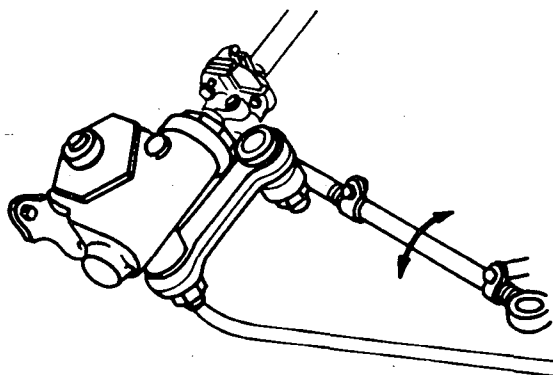

Fig. 7
- d Gire a barra de ligação para aparafusá-la ou desaparafusá-la na ponteira (fig. 7), até obter a leitura indicada pelo fabricante do veículo.